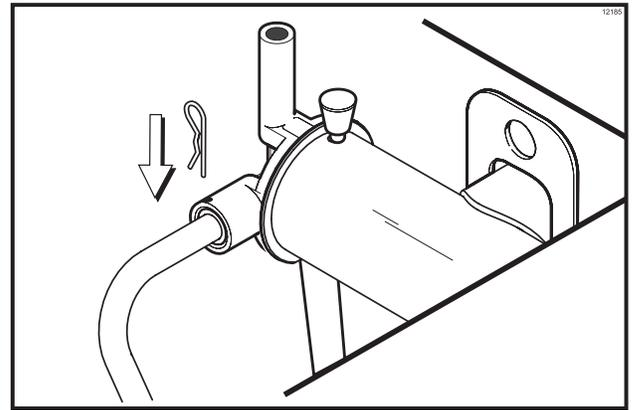

图 67
**安装奶浆进料管的泵端并用开尾插销将其固定，未遵循此项说明可能会使消毒液撒溅到操作员的身上（见图 67）。**